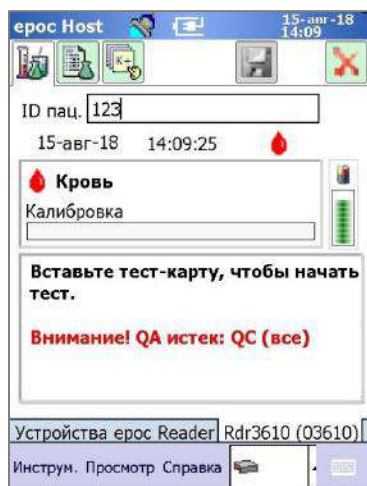

Рис. 43.
- В случае истечения срока по графику отображается предупреждение (рис. 43).